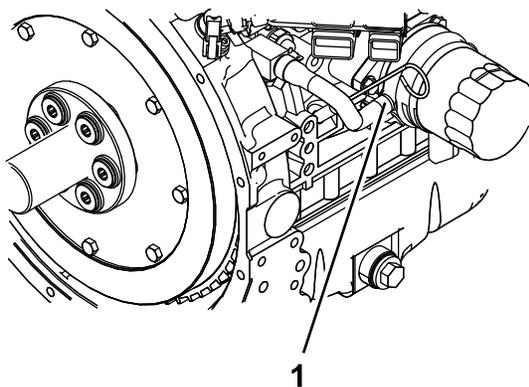

Рисунок 56
6. Отсоедините шланг охлаждающей жидкости от маслоохладителя и слейте охлаждающую жидкость из блока цилиндров (Рисунок 56).